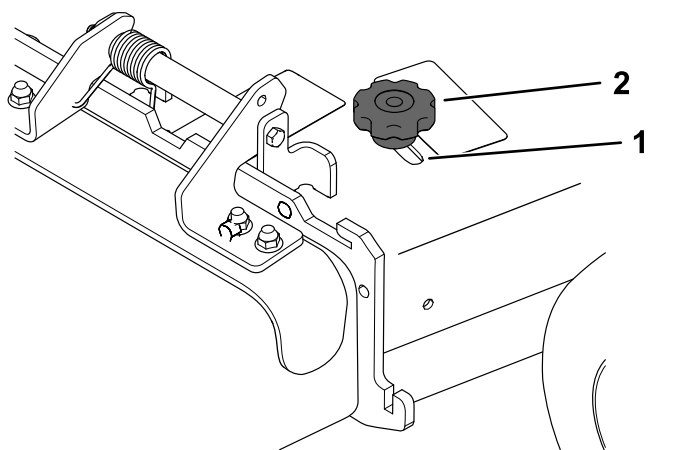

Рисунок 23
3. Для регулировки перегородки ослабьте ручку (Рисунок 23).